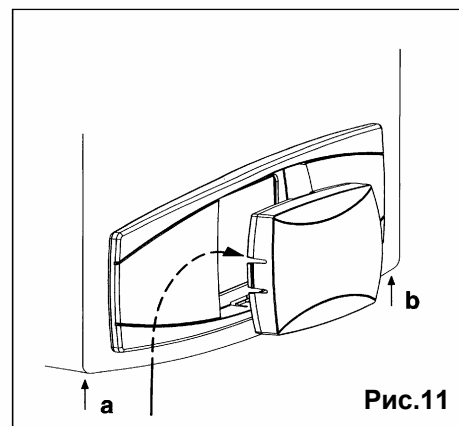

Рис.11
1. Отвинтить два винта (**a** - **b** рис.11), которые фиксируют корпус котла;
2. Приподнять слегка корпус и рукой выдавить наружу крышку передней панели (рис.11);
6. Закрыть корпус котла, завинтить два винта, которые его фиксируют (рис.11).
1. отвинтить два винта (**a - b** рис.11), которые фиксируют корпус котла;